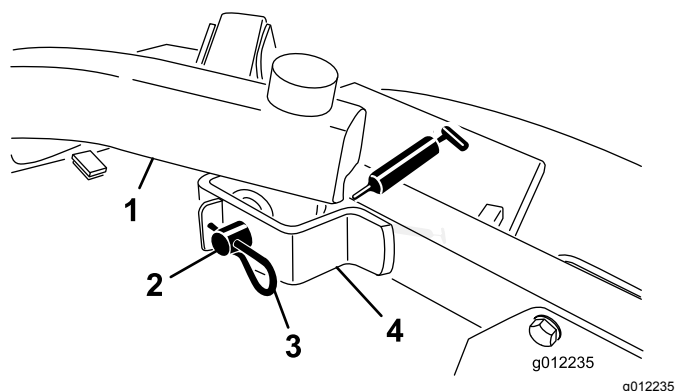

Figure 17
- Pivots de bras de levage avant (2) (Figure 17)